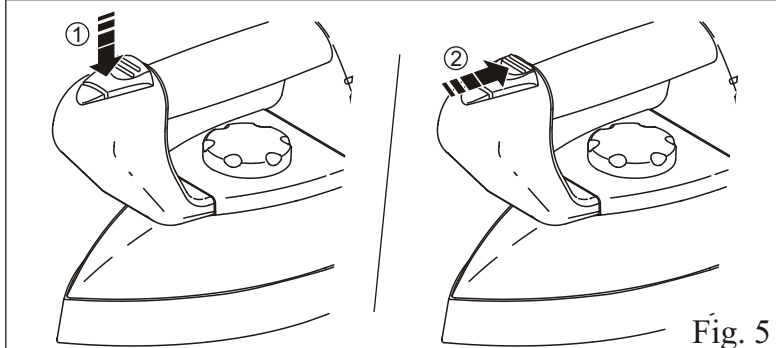

Fig. 5
9. Para obtener un chorro de vapor constante, apretar el pulsador de vapor plancha o el mando de vapor continuo. (Fig.5)
10 Se ilumina el piloto indicador falta de agua, cuando se termina el agua de la caldera.(Fig5)